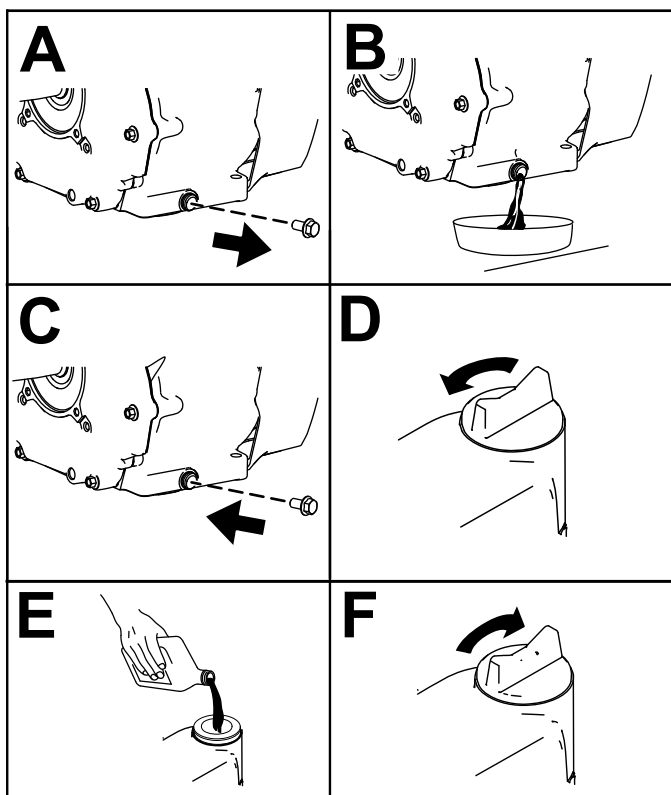

Figura 31
5. Schimbai uleiul de motor conform indicațiilor din Figura 31.